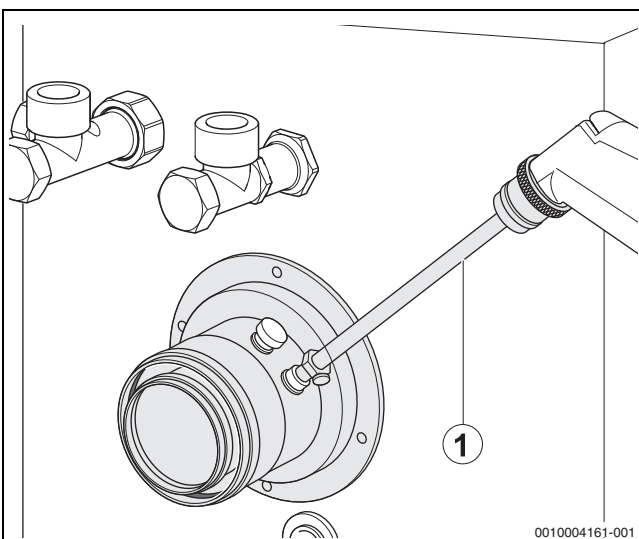

Bild 52 Messwerte aufnehmen
- ▶ Messfühler durch die Messöffnung (→ Bild 52, Seite 29) im Abgasrohr in den Kernstrom halten und CO2-Gehalt kontrollieren.